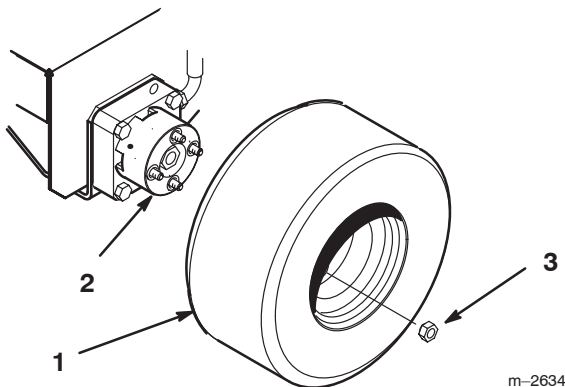

Bild 2
1. Montieren Sie die Räder mit acht Muttern auf den Radnaben (Bild 2). Ziehen Sie die Schrauben auf 75 Nm an.